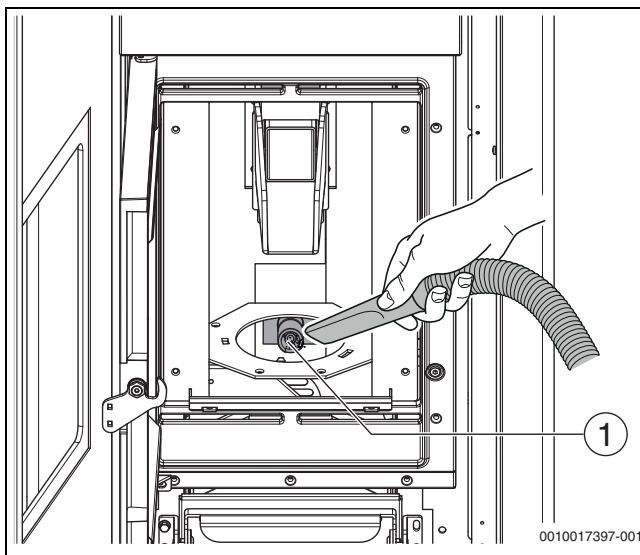

Bild 11 Zündpatrone im Brennertopf
- ▶ Zündpatrone im Brennertopf absaugen (→ Bild 11, [1]).